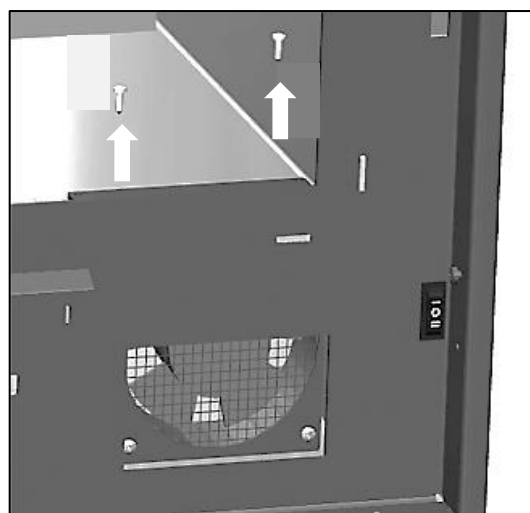
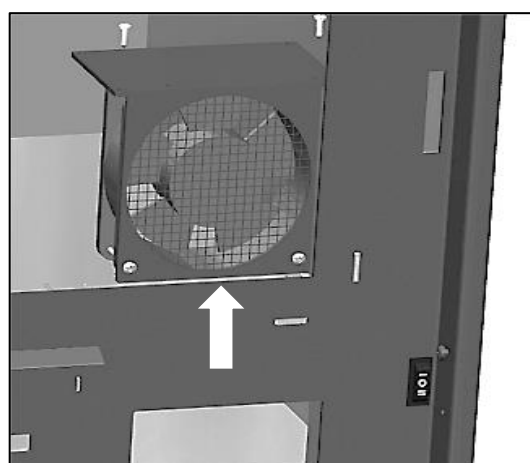

FIG. 4
FIG. 5
2. Desserrer les 2 vis supérieures qui fixent l'ensemble ventilateur et extrayez-le de son logement en tirant délicatement vers le haut (Fig. 4 et Fig. 5).